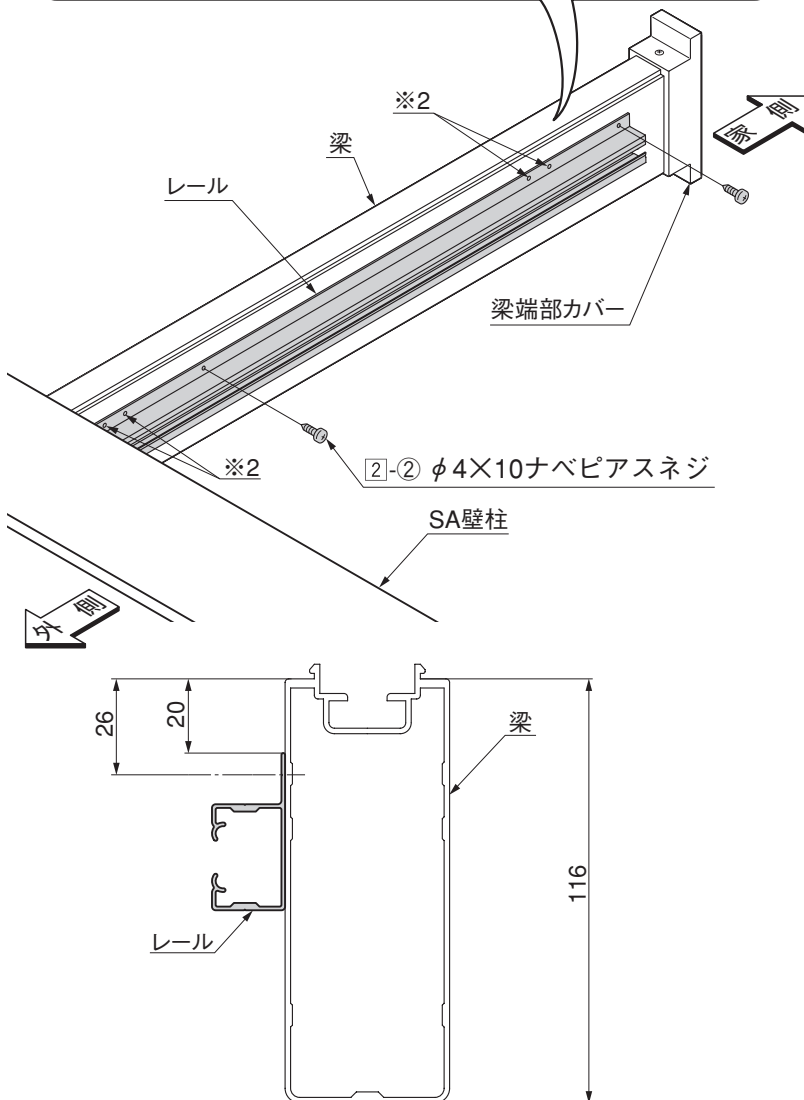

図3-1 レールの取付位置
① 図3-1、表3-1を参照して、2-2で加工した孔でレールを梁に2-2で固定してください。